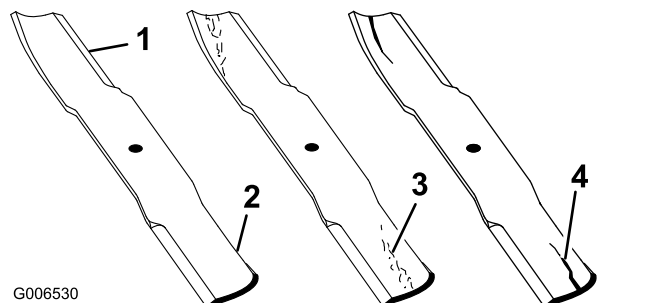

Рисунок 62
1. Осмотрите режущие кромки (Рисунок 62).
4. При обнаружении признаков повреждения, износа или образования зазора в этой области немедленно замените нож (Рисунок 62).